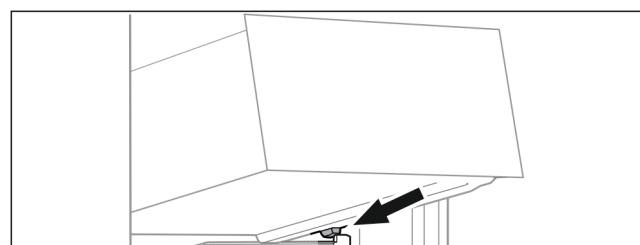

Fig. 97
- Встановити висувний ящик за стопорами на ребро для резервуару навскоси. (див. Fig. 97)